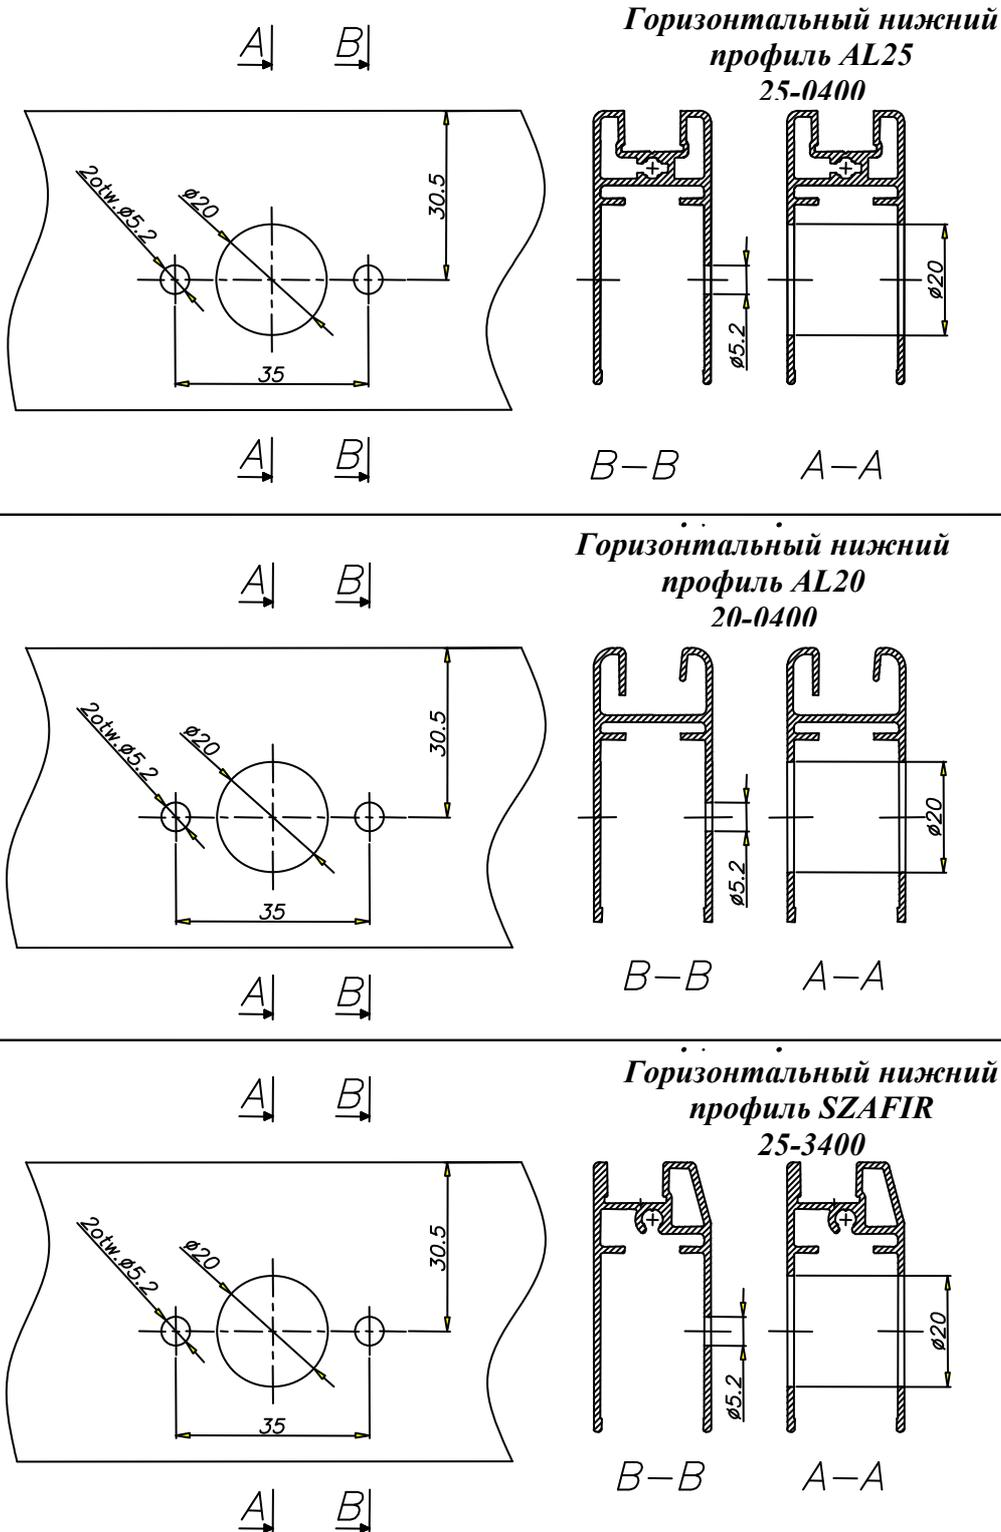
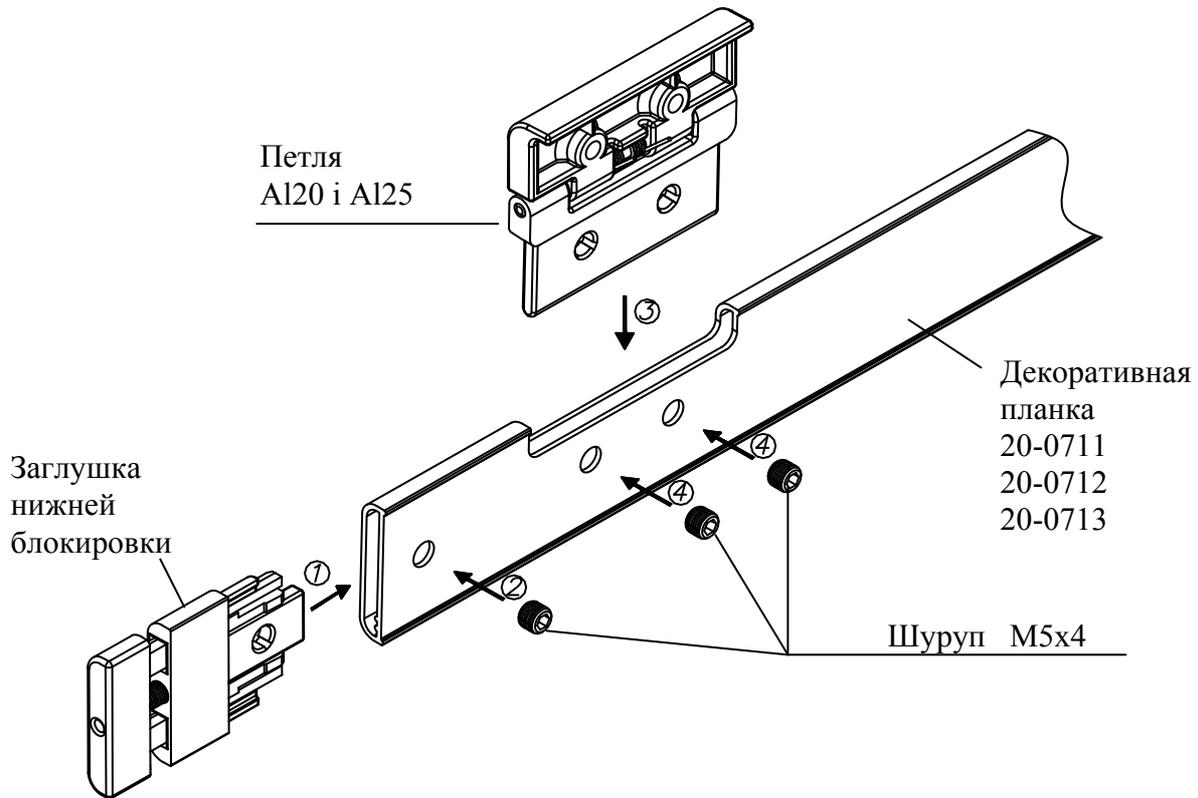
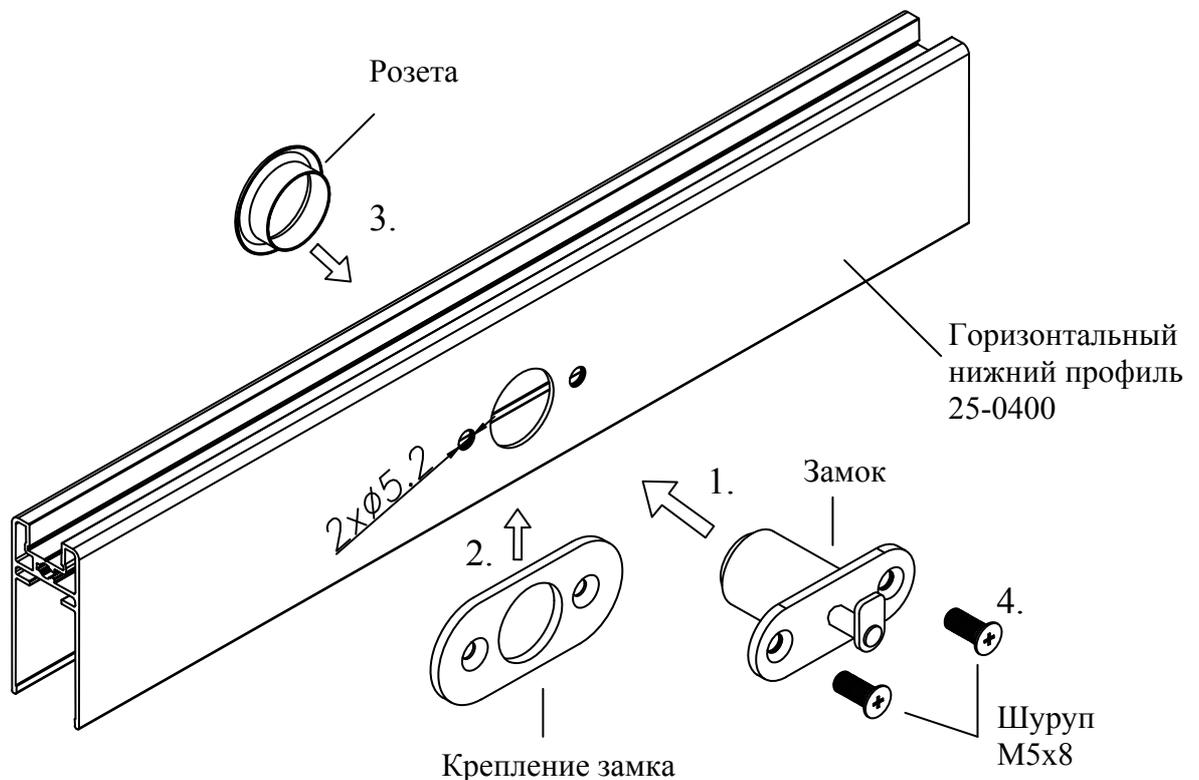
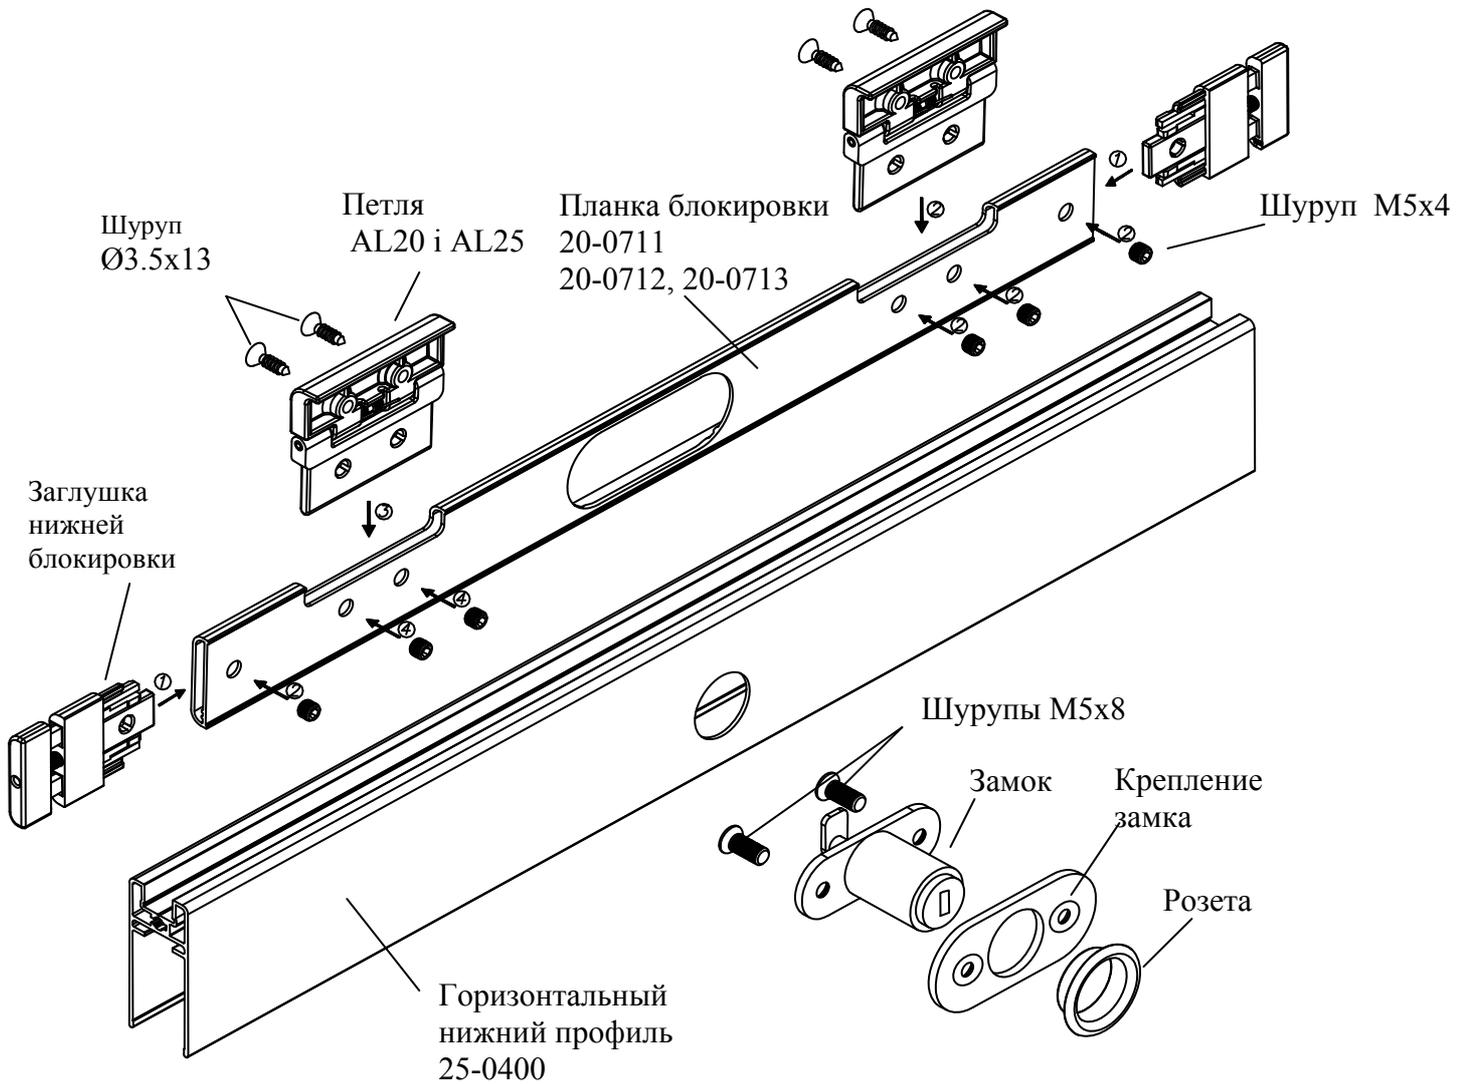

Рис.4. Сверловка отверстий в нижнем профиле для монтажа замка.
Рис. 5. Монтаж регулирующей заглушки и петли для нижней блокировки.
Рис. 6. Монтаж замка нижней блокировки в горизонтальном профиле.
Рис. 7. Монтаж элементов нижней блокировки в горизонтальном нижнем профиле.
Просверлить сквозное отверстие под замок. Отверстия под шурупы сверлить только в задней стенке горизонтального нижнего профиля (рис. 4, рис. 6, рис. 7)
c) В горизонтальном нижнем профиле следует установить замок согласно схеме представленной на рис.6.
Монтаж замка провести по очередности, согласно цифр на рис.6.
g) Вставить петли и заглушки в планку и докрутить ее при помощи шурупов M5x4 - 6 шт. (рис. 5, рис. 7)